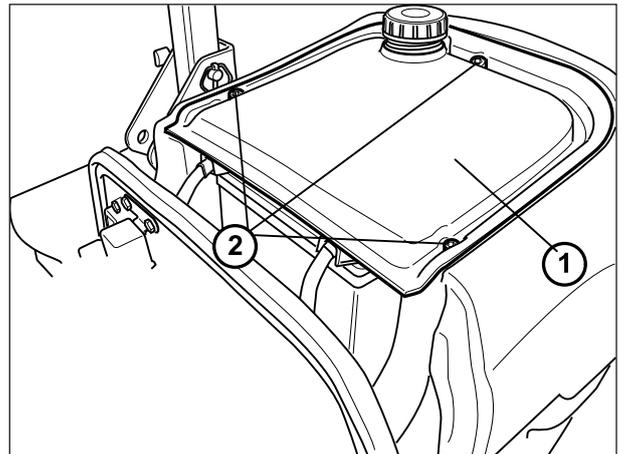
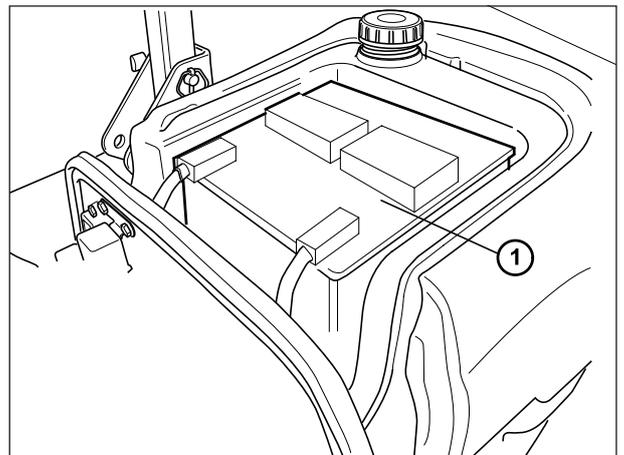

Fig. 91
Fig. 92 - Batería
OPERACIÓN 4 Batería (Fig. 91)
para acceder a la batería es necesario quitar el panel (1 Fig. 91) desenroscando los 3 tornillos de fijación (2 Fig. 92).
- Quitar la tapa (1 Fig. 91).